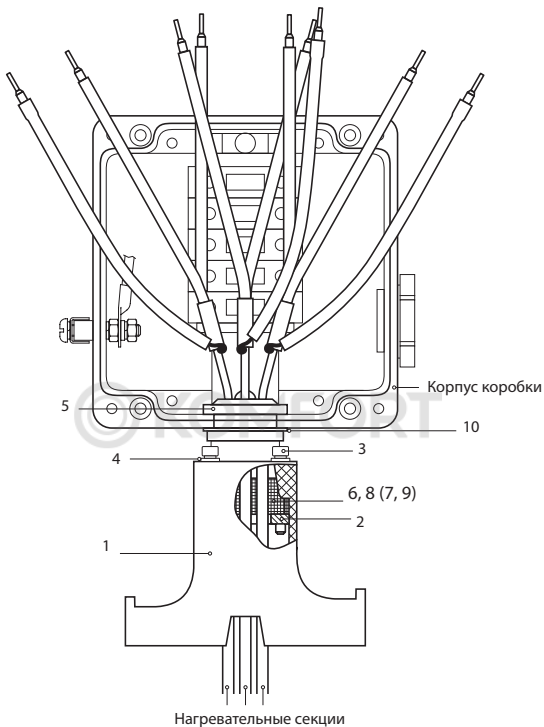

Рис. 1.
**Шаг 2.** Сверху на нагревательные секции, собранные вместе, наденьте пластину УВК.0012 (поз. 2 на рис. 1) таким образом, чтобы скругленные края внутреннего отверстия пластины были обращены вниз.
**Шаг 3.** Поверх пластины наденьте уплотнение УВК.0013 (желтое) или УВК.0013-01 (зеленое) (поз. 6 или 7 на рис. 1). Тип уплотнения выбирается в зависимости от геометрических размеров нагревательной ленты. Если в уплотнение вводится одна или две нагревательные секции, свободные отверстия в уплотнении закройте заглушками УВК.0014 (желтая) или УВК.0014-01 (зеленая) (позиция 8 или 9 соответственно уплотнениям (рис. 1)).
**Шаг 4.** Наденьте на нагревательные ленты опору УВК.01.01 (поз. 1 на рис. 1).
**Шаг 6.** Вставьте в опору сверху четыре винта (размер под ключ 4 мм, поз. 3) с шайбами (поз. 4), как показано на рис. 1, и закрутите их в пластину. Винты закручиваются с помощью ключа-шестигранника.
**Шаг 8.** После того, как на нагревательные секции будут установлены комплекты заделок, сверху на опору наденьте кольцо прямоугольного сечения (поз. 10, рис. 1).
**Шаг 10.** Зафиксируйте корпус коробки на опоре с помощью гайки ДЭСТУ.0002 (поз. 5 на рис. 1). Гайка закручивается с помощью ключа для круглых шлицевых гаек под внешний диаметр гайки от 45 мм до 52 мм.